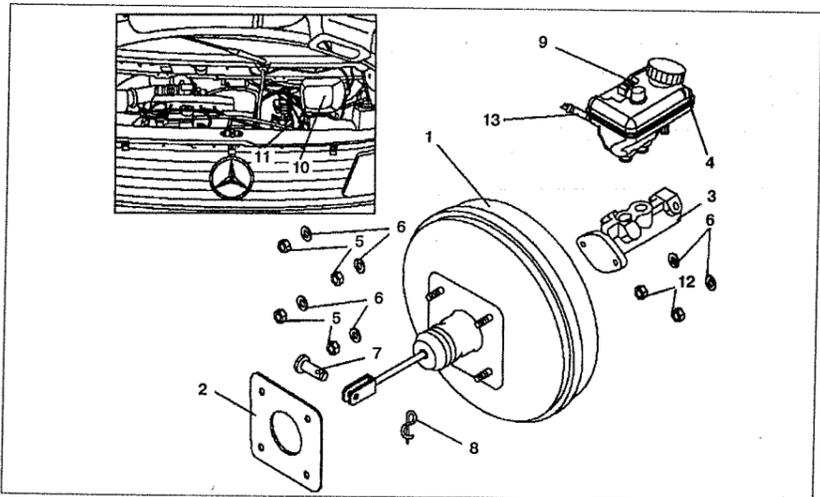

Рис. 9.2. Вакуумный усилитель тормозов:
1. Снимите воздухозаборник 10 (см.рис.9.2).